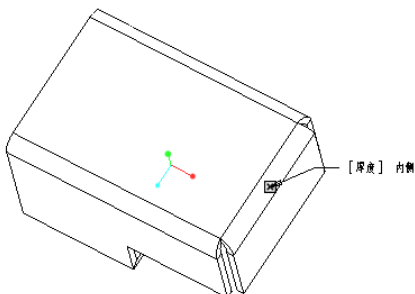

图 1-22 边扯裂效果
(5) 在“边扯裂”选项卡中单击 (完成) 按钮，得到的边扯裂效果如图 1-22 所示。
(6) 在“转换”选项卡中单击 (扯裂连接) 按钮，打开“扯裂连接”选项卡。